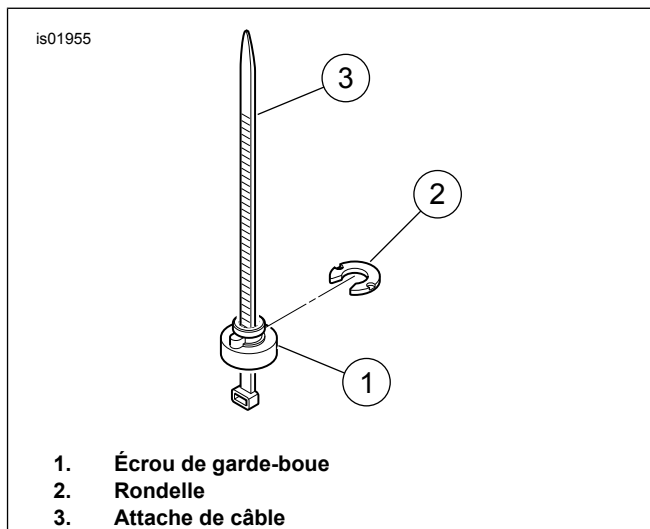
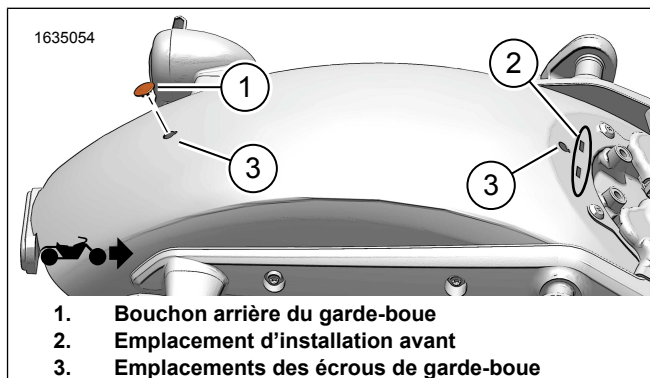
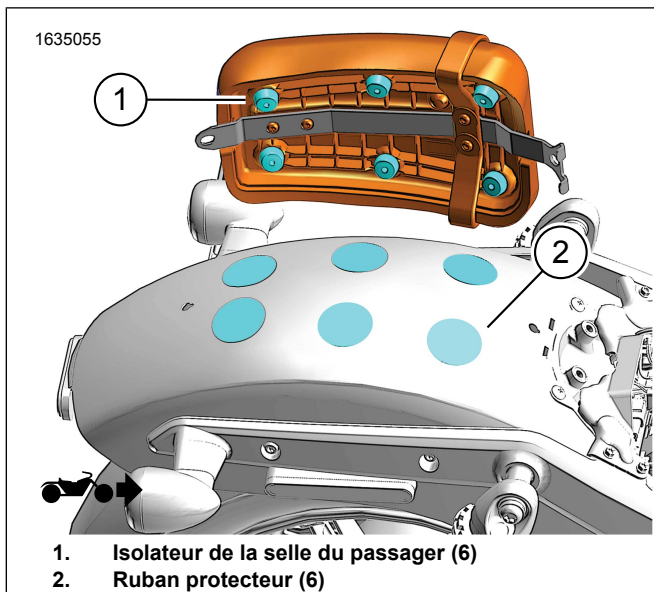
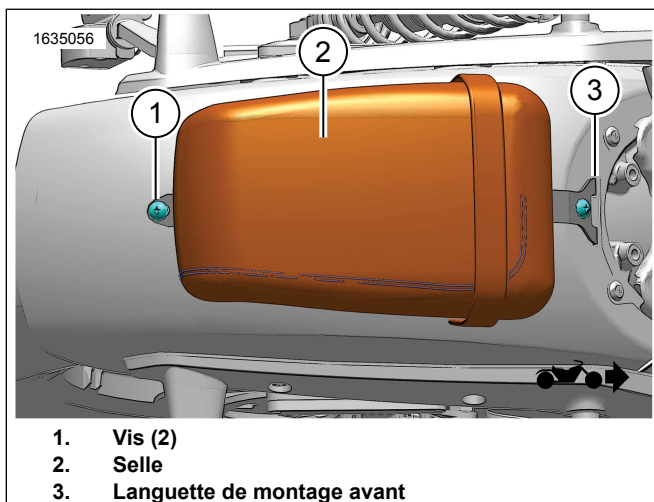

Figure 2. Installer les écrous de garde-boue
Figure 3. Retirer le bouchon arrière du garde-boue
Figure 4. Ruban protecteur
Figure 5. Installer la selle du passager
2. Voir la Figure 3. Retirer le bouchon arrière du garde-boue (1).
1. Voir la Figure 2. Installer les écrous (1) et les rondelles de montage arrière du garde-boue (2).
- a. Sangle de câble (3) utilisée pour faciliter l'installation de l'écrou et de la rondelle à travers la partie inférieure du garde-boue.
- b. Avec la nervure de l'écrou du garde-boue (1) positionnée sur l'encoche dans le trou du garde-boue, faire glisser la rondelle (2) en place.
- c. Retirer la sangle de câble (3).
2. Voir la Figure 4. Marquer et apposer le ruban protecteur (2).
- a. Marquer le fond des isolateurs de selle du passager (1) à l'aide d'une craie.
- c. Placer le ruban protecteur (2) sur le garde-boue arrière sur les marques.
3. Figure 3 et Figure 5 . Installer la selle du passager (1).
- a. Mettre en place la languette de montage avant (3).
- b. Fixer à l'aide des vis (1). Serrer.